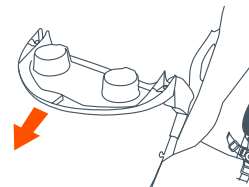

Fig. 10d
• **Pour retirer le plateau enfant :** Appuyez sur le bouton et pivoter le plateau à 180 degrés, puis tirez le plateau jusqu'à ce qu'il se libère (Fig. 10d).